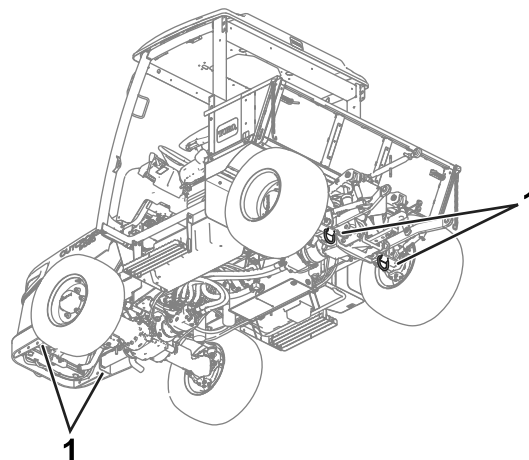

Figure 67
- Utilisez les points d'attache de la machine (Figure 67) pour l'arrimer solidement.